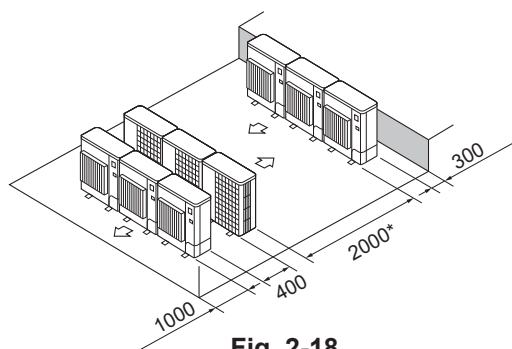

Fig. 2-18
- (6) Disposição de várias unidades em paralelo (Fig. 2-18)